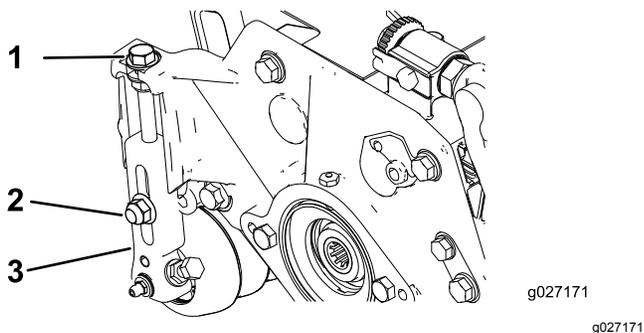

Figura 15
1. Allentate i dadi di bloccaggio che fissano i bracci dell'altezza di taglio sulle piastre laterali dell'apparato di taglio (**Figura 15**).